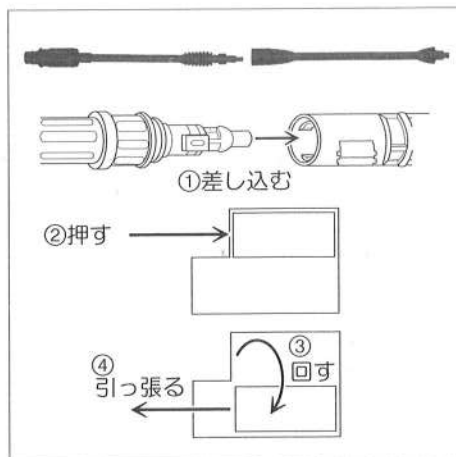

図7
■ノズルの取付け方法(図7、8参照)
①スイッチの引金に付いているロックレバーを起し、スイッチの引金をロックしてください。
②延長ノズル片方の凹部にターボノズルの凸部を差し、奥まで押し込みます。
③ターボノズルを右に回し、延長ノズル横方向の凹みにターボノズル凸部を噛合うように引っ張ってください。
④組み上がったノズルをガンにねじ込み締付けください。